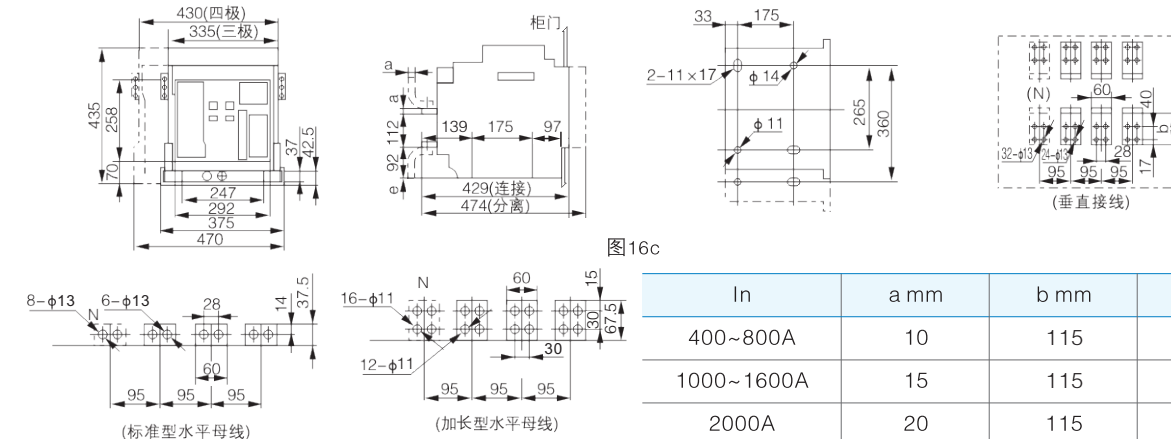

图16c
• 2000A抽屉式断路器安装尺寸，外形尺寸图(见图16c)